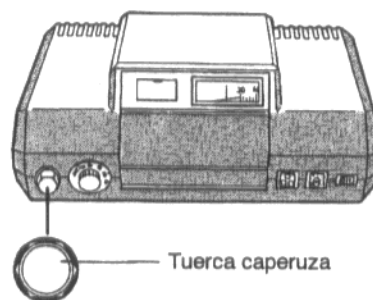

Fig. 3
- Para desenclavar el limitador de temperatura de seguridad, suelte la tuerca del STB y oprima el botón del termostato de seguridad que está dispuesto debajo de la misma (Fig. 3).